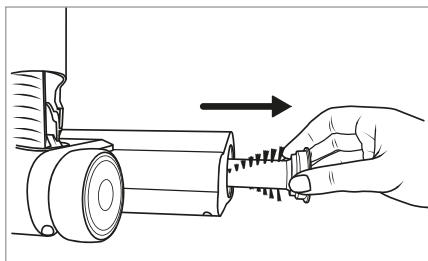

Fig. 27
- 3) Trageți peria rotativă **20** din peria pentru podea **21** (a se vedea fig. 27).